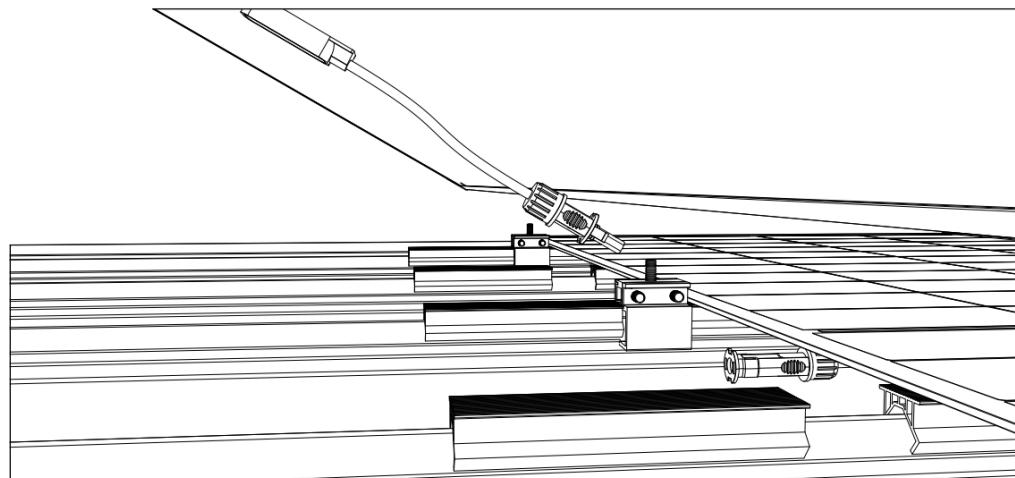

図 7
- クランプと高さ調整ストリップの取り付けが完了した後、最初の Galaxy パネルを設置することができます。パネルを取り付ける前に、接続端子を先に取り出し、次のパネルと接続できるように余裕を持たせておいてください。（図 7）